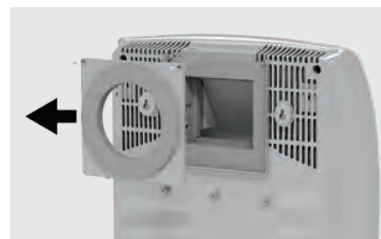

Рисунок 18
- Отвинтите два крепежных болта на задней крышке прибора. Снимите заднюю крышку потянув ее на себя и вверх (рис. 18).